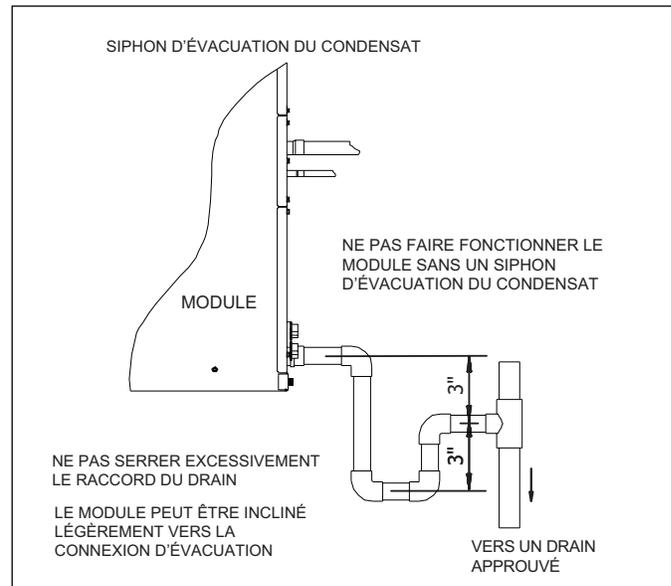

Figure 16
- ▶ Retirez les boulons manuellement, retirez le couvercle du filtre à air, voir la figure 16.